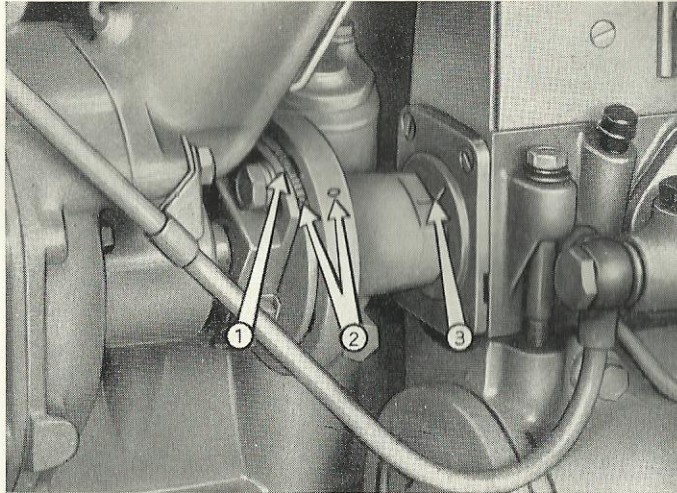

Fig. 31. - Repères sur la pompe d'injection et sur son joint de commande, pour caler la pompe sur le moteur.
REMARQUE - Lorsque pour une raison quelconque, on doit démonter les pièces qui composent le joint de commande de la pompe d'injection, il est bon de prendre note, au préalable, de la position du repère gravé sur le manchon du joint par rapport aux repères gravés sur le toc d'entraînement (1, fig. 31); cela afin de remonter ensuite le joint dans sa position originale.
- Lorsque la pompe n'est pas encore montée sur son support, faire tourner l'arbre de la pompe même jusqu'à ce que les repères gravés sur la carcasse de la pompe et le moyeu du joint (3, fig. 31) coïncident. Ces repères indiquent la position de début de refoulement du piston n. 1 de la pompe.
- Si cela ne se vérifie pas, desserrer alors les deux vis fixant la bride de commande de la pompe (fig. 31), déplacer un petit peu le vile-brequin de façon à faire coïncider les repères, tout en tenant arrêté le joint du côté de la pompe; bloquer ensuite à nouveau les vis de la bride et répéter le contrôle du trop-plein pour s'assurer de la bonne exécution de l'opération.